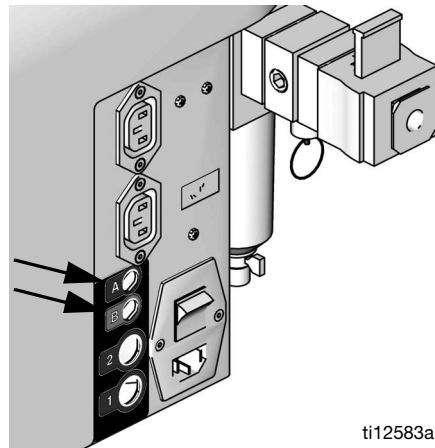

ABB. 6: Stromquelle des Tankbefüllungssystems
2. Bei Tankbefüllungssystemen, die am A-seitigen Tank montiert werden, das Netzkabel des Tankbefüllungssystems in die Buchse „A“ auf der Rückseite der Maschine einstecken. Siehe ABB. 6.
Bei Tankbefüllungssystemen, die am B-seitigen Tank montiert werden, das Netzkabel des Tankbefüllungssystems in die Buchse „B“ auf der Rückseite der Maschine einstecken. Siehe ABB. 6.